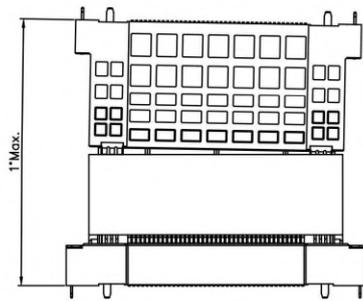
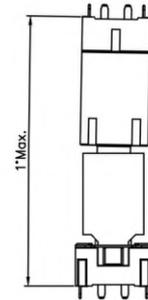

图 5/Fig.5
图 6/Fig.6
**i.**请在图 5,6 的角度下进行装配；
Please mate below the angle of the figure 5 and figure 6.